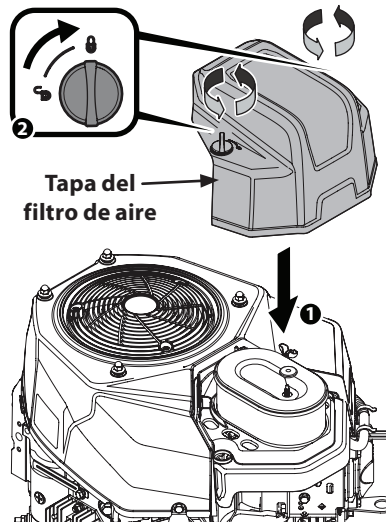

Figura 6-8
- Coloque la tapa del filtro de aire. Vea la Figura 6-8. Gire tornillos en sentido horario hasta que quede ajustado. Revise si hay desalineación.